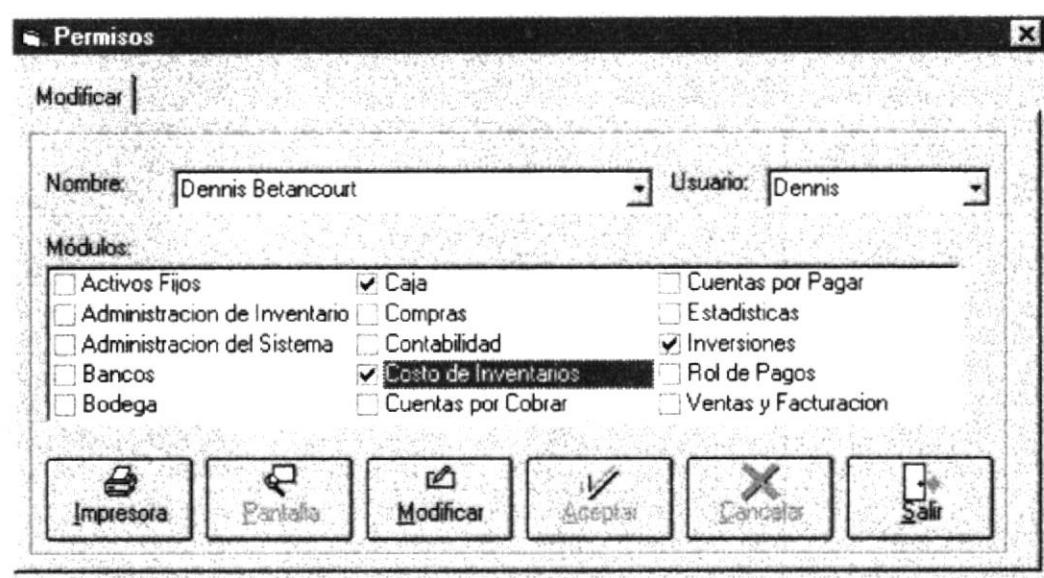

Figura 12.19. Ventana mantenimiento de permisos.
1. Debe hacer click en el menú **Entradas** del menú principal, y elija la opción **Permisos**, si no posee Mouse, debe dirigirse pulsado la tecla **ALT** y la letra subrayada, y con el teclado de cursor o flecha de arriba o abajo, ubíquese en la opción deseada. A continuación se presenta la ventana de mantenimiento de Permisos (Ver Figura 12.19.)